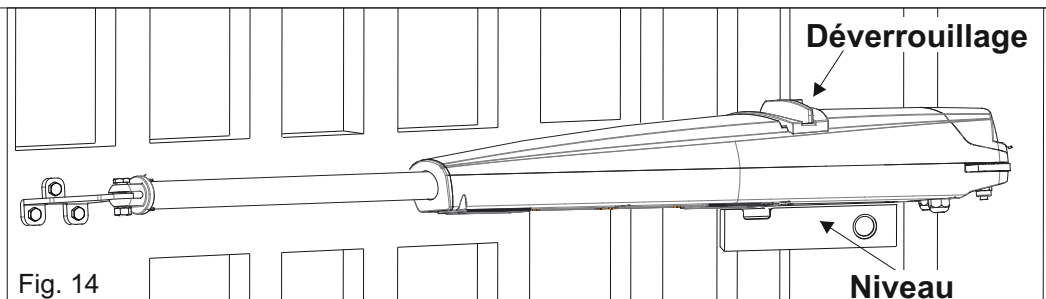

Fig. 14
- 1 - Pour un bon fonctionnement il est important de positionner tant l'opérateur que les supports postérieur et antérieur de façon parfaitement horizontale, en utilisant le niveau (Fig. 14)
- 3 - L'opérateur devra être monté avec le déverrouillage positionné vers l'haut (Fig. 14)
Il supporto deve essere posizionato in modo che l'operatore risulti perfettamente orizzontale (vedi Fig. 14)